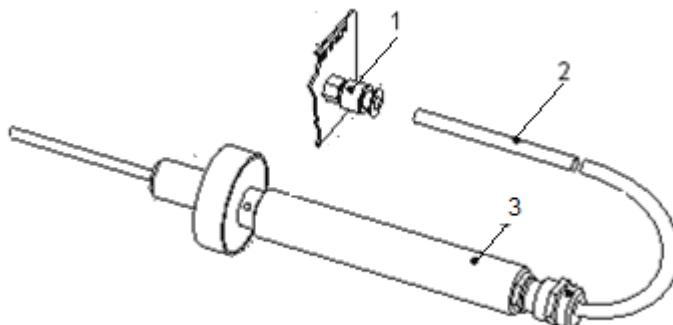
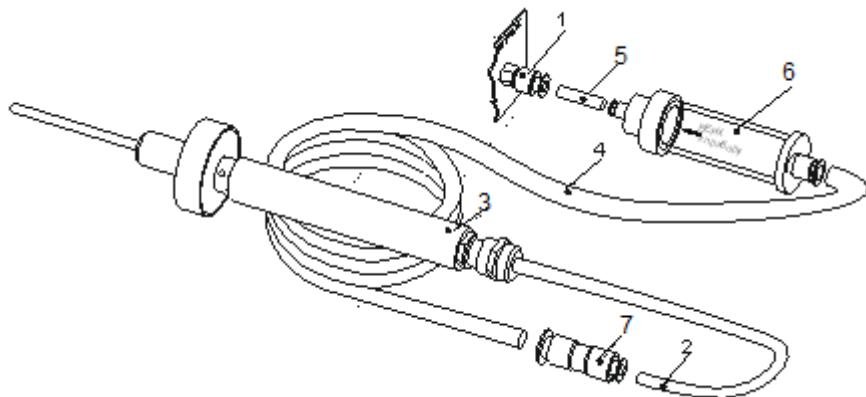

Рис. 1. Схема соединения элементов пробоотборника с газоанализатором
Рис. 2. Схема соединения удлинителя и устройства защиты детектора с газоанализатором
1.1 Отсоедините трубку фторопластовую 2 от штуцера ПРОБА 1 (рис. 1). Соедините устройство (6) со штуцером ПРОБА (1), используя трубку (5) (поставляется с устройством), и с удлинителем (4), трубку 2 соедините с переходником (7) удлинителя (рис. 2).
2.3. Для проверки чистоты устройства с помощью фторопластовой трубы 5 соедините выход устройства с входным штуцером 1 газоанализатора (см. рис. 2), а вход – с фильтром-поглотителем и включите газоанализатор. Если показания ФИД газоанализатора не превышают  $5 \text{ mg/m}^3$ , устройство считается пригодным к использованию. Если показания газоанализатора превышают  $5 \text{ mg/m}^3$ , следует промыть фильтр повторно и заменить мембрану.